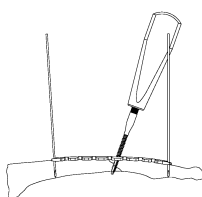

図21
- 10) 骨質が硬い場合は、3.5 ロッキングスクリュー用タップ (グリップ型) で、プレタップを行います。(図21)